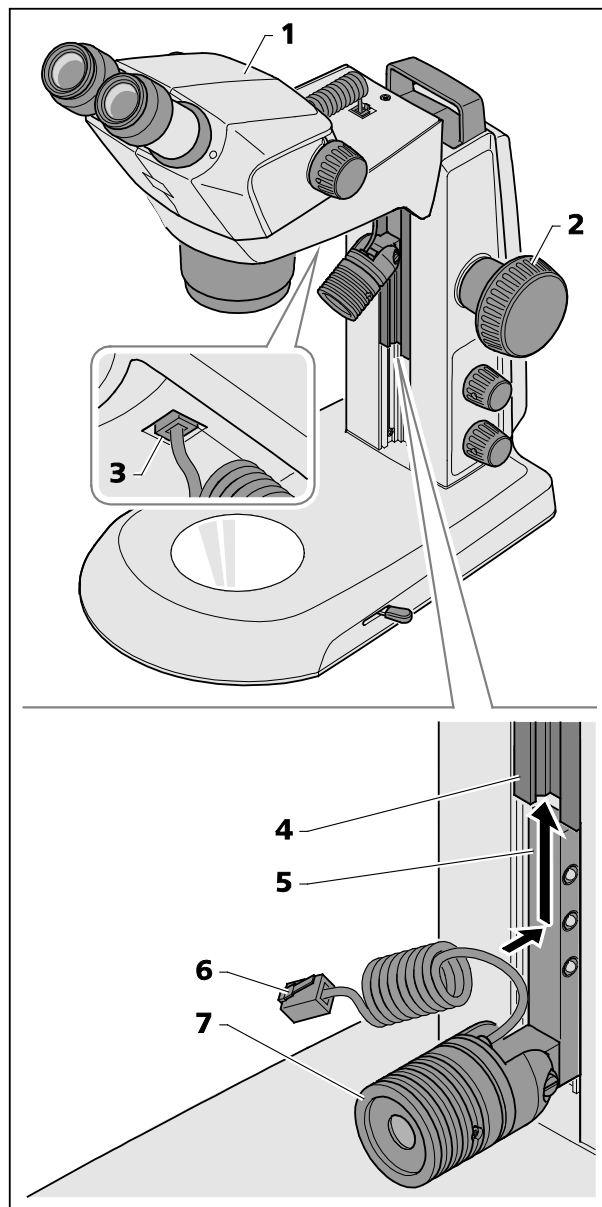

Fig. 12 Montage du spot
- Montez le corps de microscope (Fig. 12/1) en position de butée maximale au moyen de la molette de mise au point (Fig. 12/2).
- Appliquez le bas du support (Fig. 12/5) du spot (Fig. 12/7) sur le rail du statif (Fig. 12/4) puis redressez-le support et glissez-le vers le haut jusqu'à la position désirée.
- Introduisez la fiche du câble de raccordement (Fig. 12/6) du spot dans la prise inférieure du le support du microscope (Fig. 12/3).